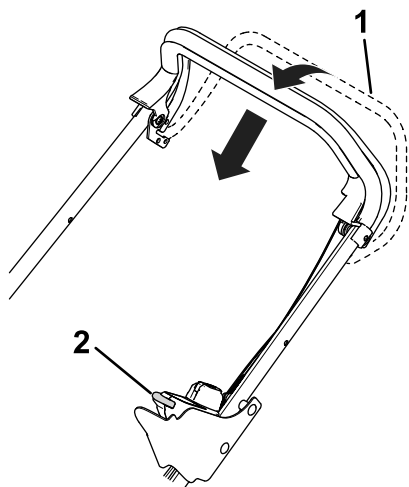

Figura 20
- Mientras la cuchilla de la segadora está en marcha, engrane la barra de la transmisión autopropulsada (Figura 20).